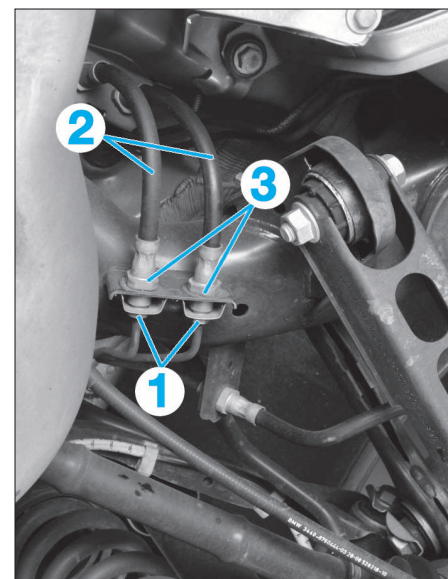

FIG. 25
- Déposer les vis creuses (1) en bloquant les flexibles de frein (2) au niveau des 4 pans (3) (Fig.25).